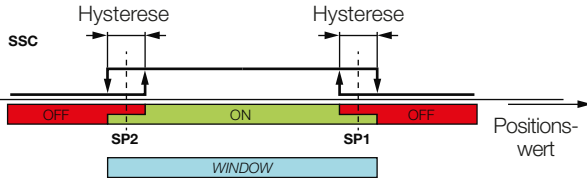

Bild 6-4: Beispiel für den Fenstermodus
- Fenstermodus (*windowed mode*, Bild 6-4): Wert: 2